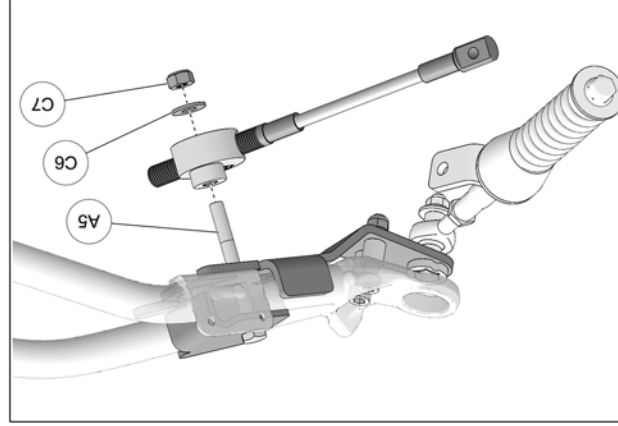

Fig. 27
17. Assembler le disque en aluminium du limiteur de conduite à l'ancrage avant en utilisant le boulon (A5) précédemment inséré dans l'ancrage, la rondelle (C6) et l'écrou (C7). Serrer l'écrou à un couple de 50 N•m [37 lb•pi]. Fig. 27